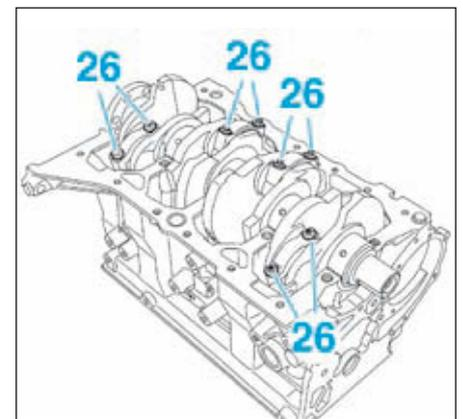

FIG.60
- Déposer les vis de fixation (26) des chapeaux de bielles (Fig.60).